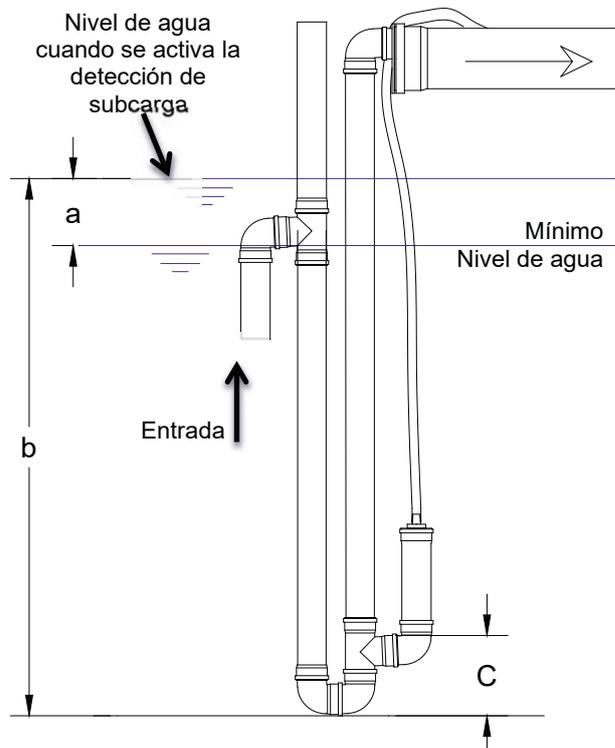

Imagen 14: Sifón de alimentación, alturas en la sedimentación primaria
La depuradora one2cleanXtra o la primera cámara de la depuradora oneAdvanced (depósito decantador) deben llenarse con agua hasta el nivel en el que se activará un ciclo de depuración. Este nivel de agua depende de la geometría del tanque y de las personas conectadas (PC). Las alturas tampón recomendadas *b* (véase *Sec. Imagen 14, página. 76*) por encima del nivel mínimo de agua se indican para las distintas constelaciones en la siguiente tabla.